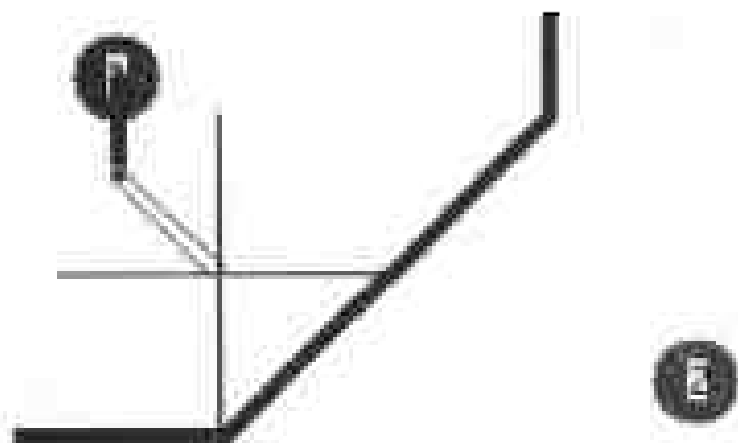

图 5-65 确定第一段导线
2) 单击鼠标左键确定 1 号焊点为起点开始布线。将布线模式切换为 90 度转角模式, 在合适的位置单击鼠标左键, 确定顶层的第一段导线。如图 5-65 所示。任何从小键盘上按 “*” 键, 切换到底层, 此时会出现一个导孔跟着光标移动, 继续移动鼠标, 在合适位置击鼠标左键, 确定顶